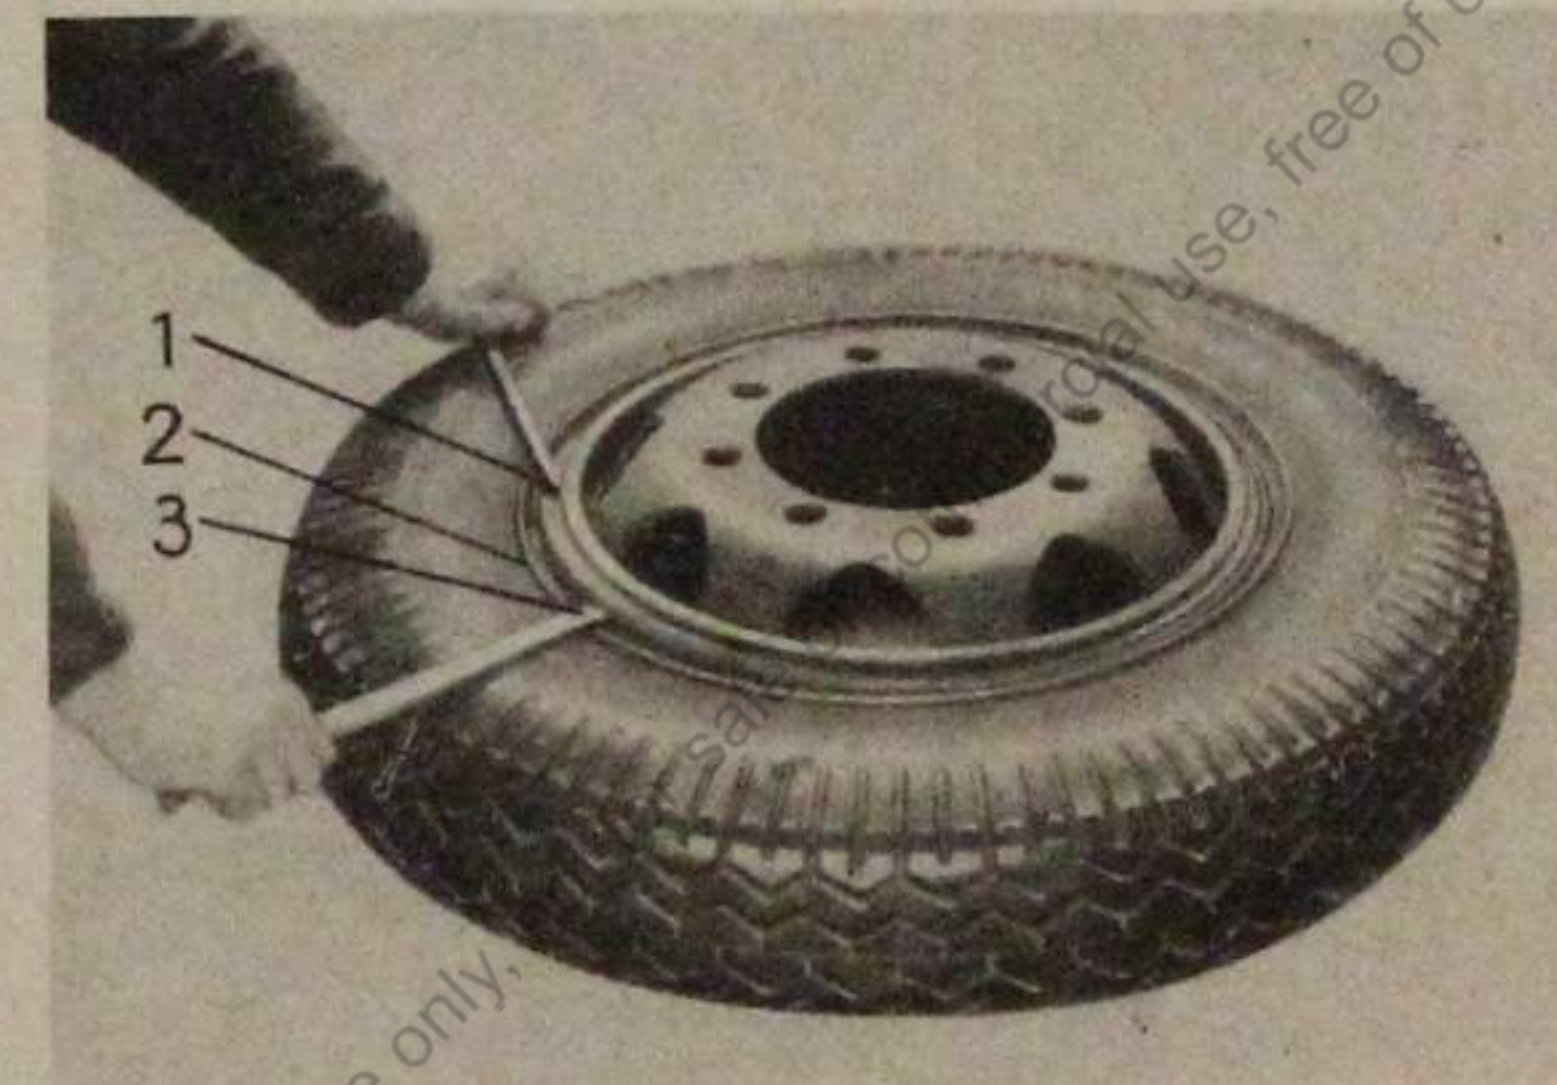

Bild 27
e) Abnehmen der Bereifung von Flachbettfelge (Bild 27, 28 u. 29)